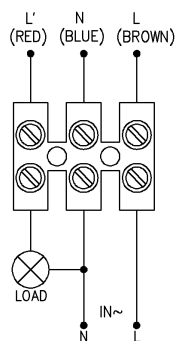

Rysunek 1
- Zdemonstuj podstawę podważając śrubokrętem płaskim (patrz rysunek 1).